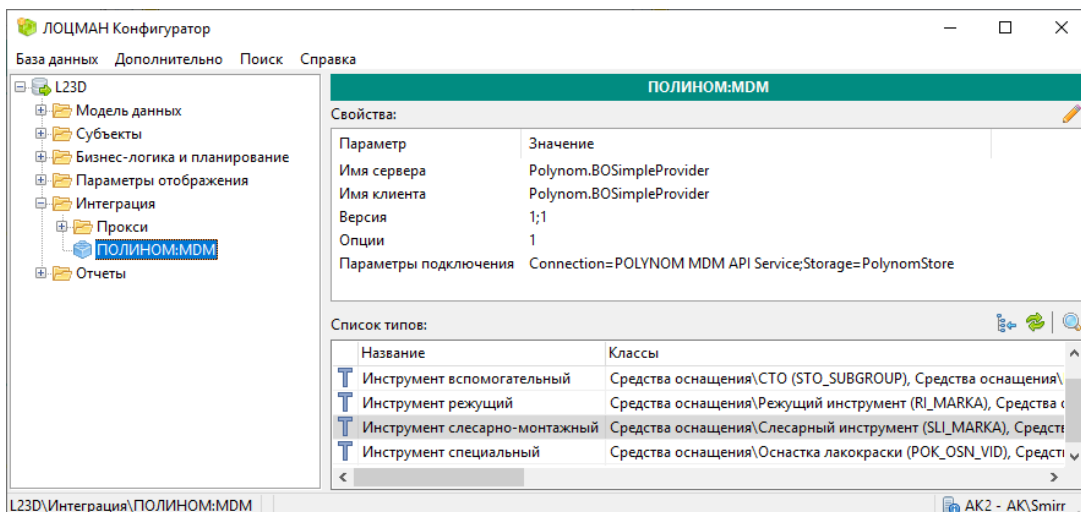

Рис. 3.32
- ◆ в дереве метаданных раскрыть узел **Интеграция – ПОЛИНОМ:MDM** (рис. 3.32);